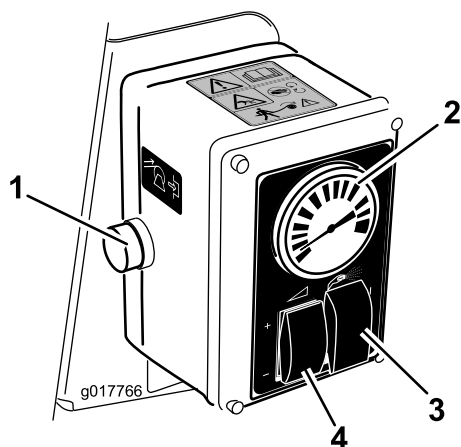

図 21
5. スプレー選択スイッチをハンドスプレー位置にする (図 21)。
6. 水圧計が希望値を示すように水圧をレート制御スイッチでとスロットルで調整する (図 21)。